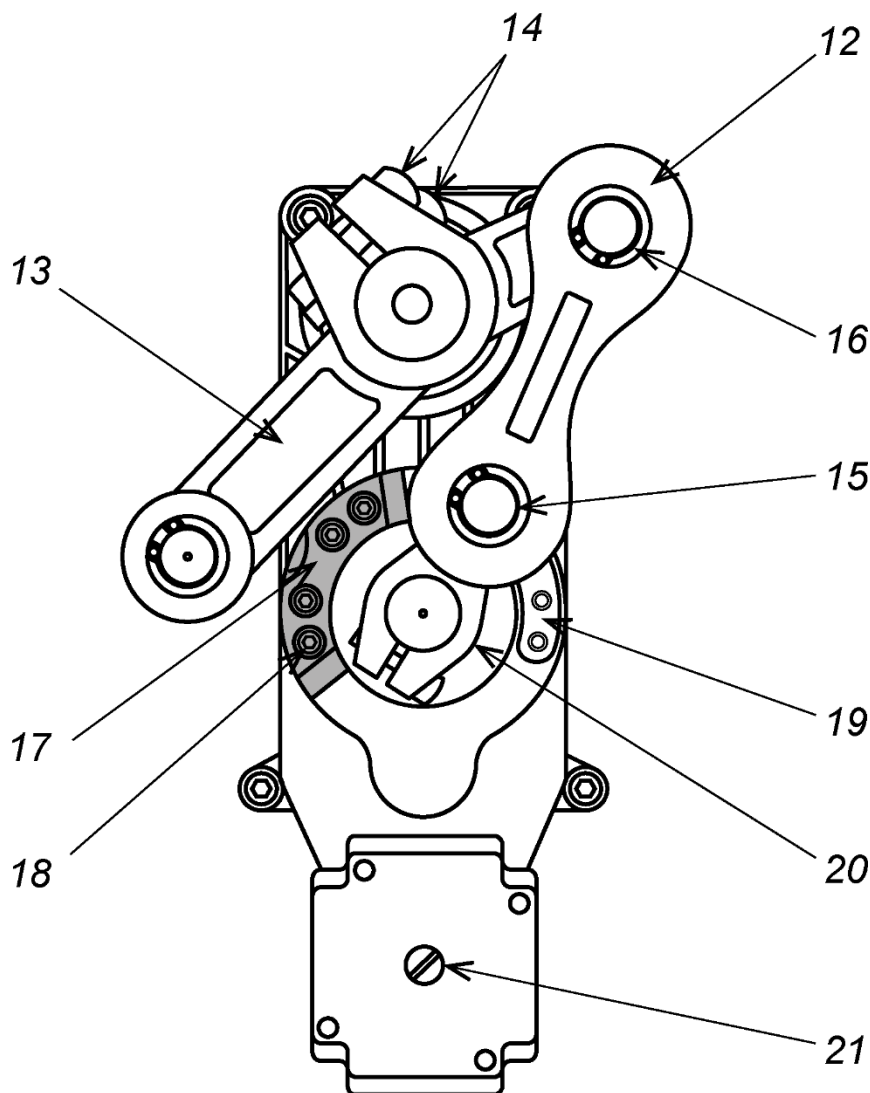

Рисунок 8. Порядок переустановки стрелы шлагбаума
По умолчанию шлагбаум поставляется с положением стрелы, рассчитанной на правосторонний проезд (стойка шлагбаума фронтальной стороной располагается справа от проезжей части). При необходимости изменения этого положения на противоположное выполните следующие действия (см. рис. 8):
Переведите кронштейн крепления стрелы в горизонтальное положение, для чего шлицевой отвёрткой вращайте винт (ручку) разблокировки привода (21) по часовой стрелке до упора (см. рис. 8).
Для разблокировки стрелы откройте дверцу шлагбаума и вращайте винт (ручку) разблокировки привода (21) (см. рис. 8) влево или вправо до тех пор, пока нижний шарнир шатуна (12) не выйдет из крайнего положения и стрела не станет поддаваться ручному воздействию вверх или вниз.
1. Откройте дверцу (2) стойки шлагбаума.
2. Шестигранным ключом S10 ослабьте два болта (14), фиксирующие рычаг (13) на валу кронштейна стрелы (см. рис. 8). Придерживайте стрелу от падения!